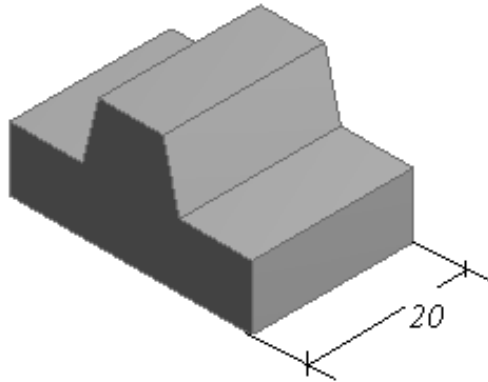

Рис. 1. Загальний вигляд секції рейки
**Тема роботи:** Моделювання напружено-деформованого стану зубчастої рейки, при побудові геометрії якої використовується лінійна симетрія. Команди та опції при моделюванні геометрії симетричних деталей. Використання типу аналізу *Static Structural* – аналізу статичної міцності в *Ansys Workbench*. Загальний вигляд рейки та вихідні дані представлені на рис. 1, 2. Розглянути варіанти з різною кількістю зубців.